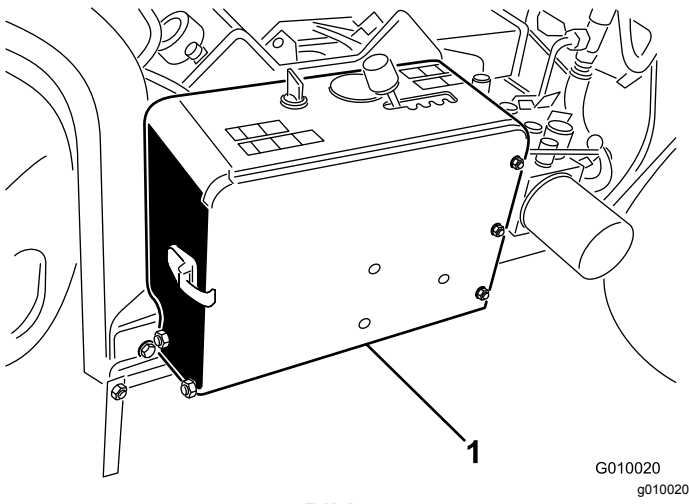

Bild 5
2. Nehmen Sie die Batterie aus dem Batteriekasten heraus (**Bild 5**).